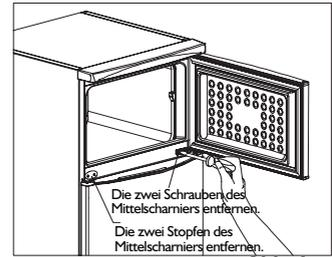

Abb. 1
1. Die beiden Befestigungsschrauben des Mittelscharniers abschrauben. Die beiden Stopfen vom Mittelscharnier auf der linken Seite entfernen (Abb. 1).